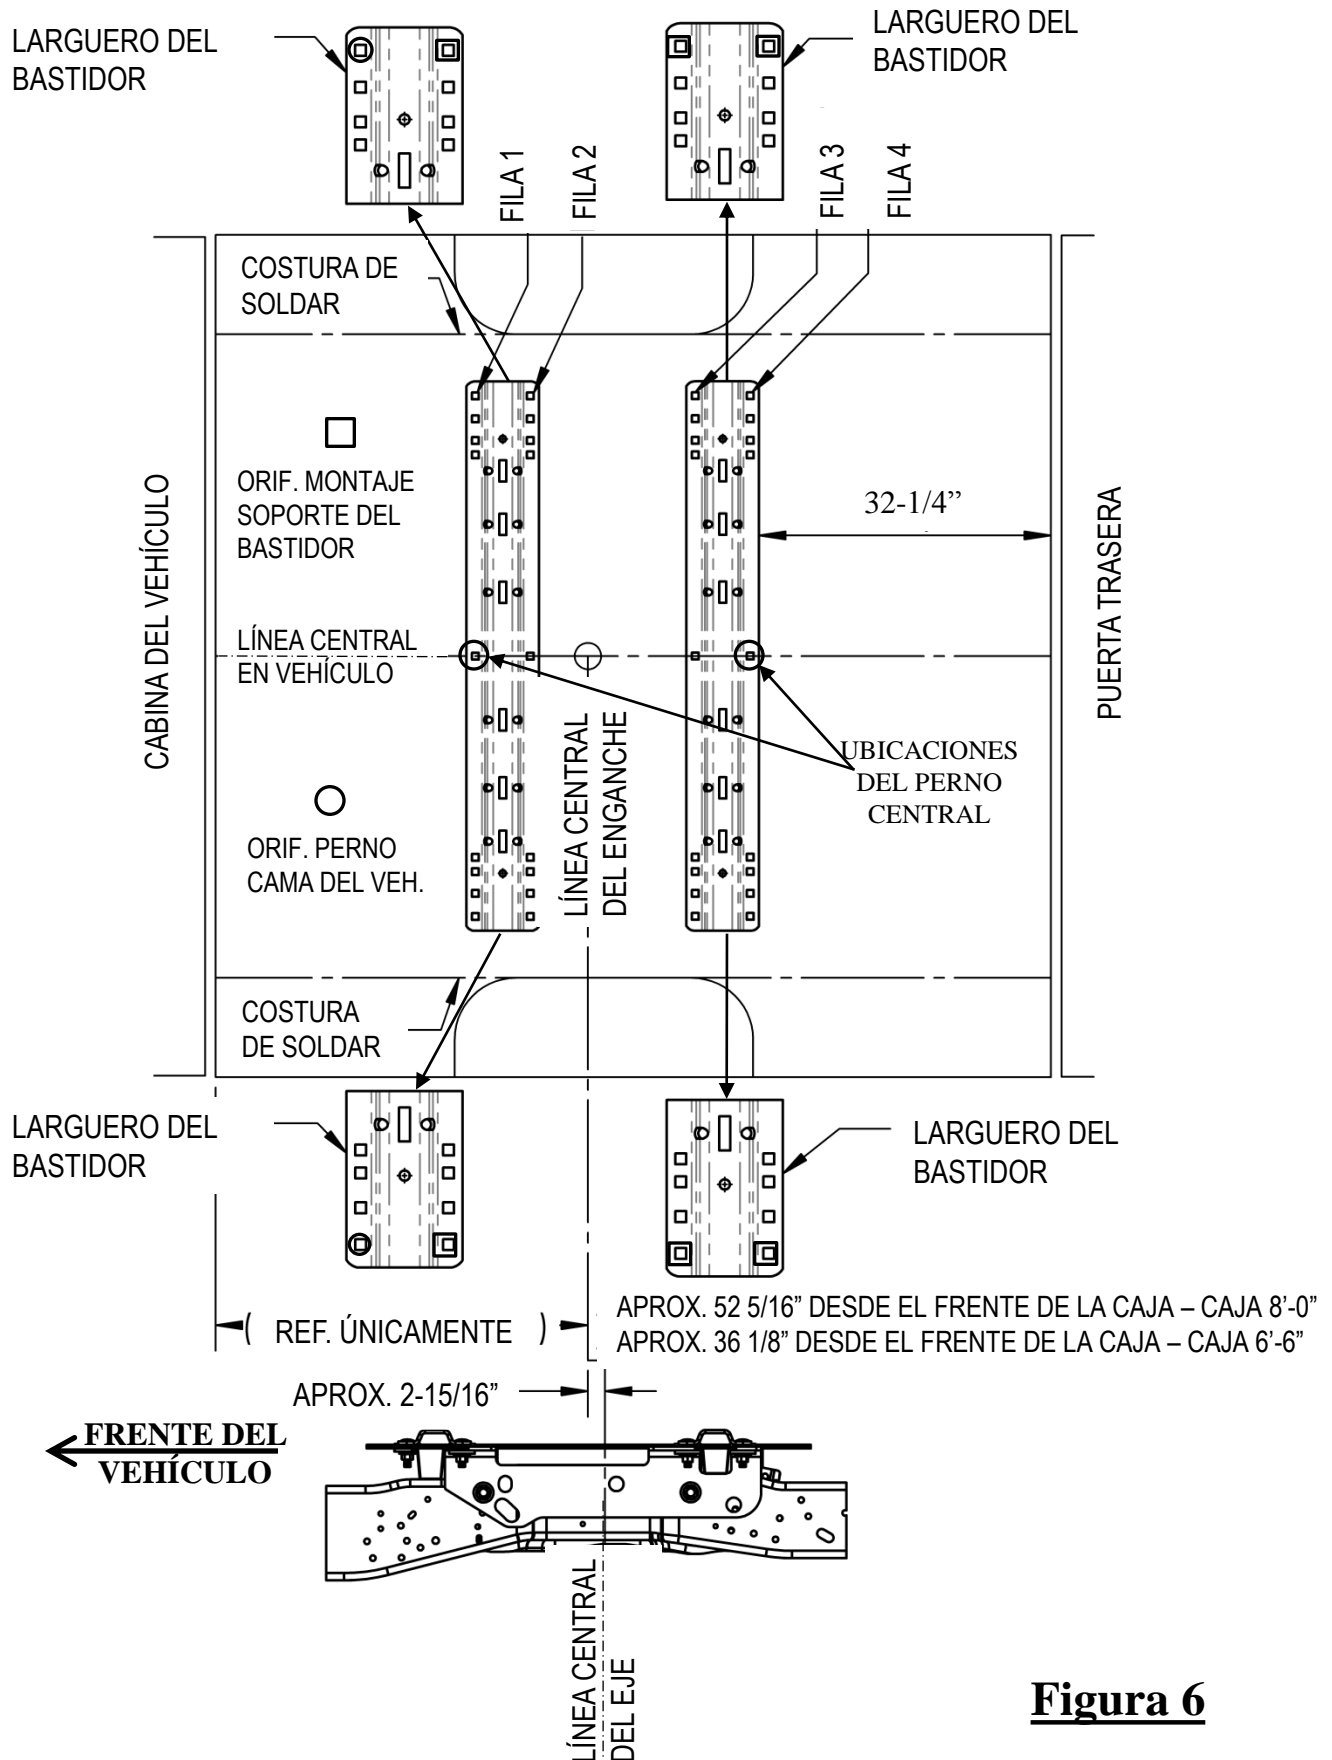

Figura 6
3. Colocar el larguero de montaje posterior en la caja del vehículo. Usando la cinta de medir, centrar el larguero entre las costuras de soldar a lo largo del piso del vehículo y la distancia correcta desde el borde posterior de la caja del vehículo como se ilustra en la Figura 6. Ver página 1 para instalar los soportes en los largueros y los soportes en el bastidor.
4. Marcar y centrar los orificios según la ilustración en la Figura 6. Mover el larguero del camino y perforar cada posición con una broca de 1/8". **Advertencia: Al perforar los orificios tener en cuenta los riesgos potenciales para los componentes del vehículo, como las líneas de freno y los tanques de combustible, y tomar las medidas necesarias para protegerlos de daños.**
7. Sin apretar instalar los soportes del bastidor alineando los soportes con los orificios en el bastidor. Insertar un perno M14 y arandela (2) en las ranuras del soporte y a través de los orificios en el bastidor. Instalar la tuerca M14 con retenedor (3) en el perno. Ajustar los pernos. No apretar.